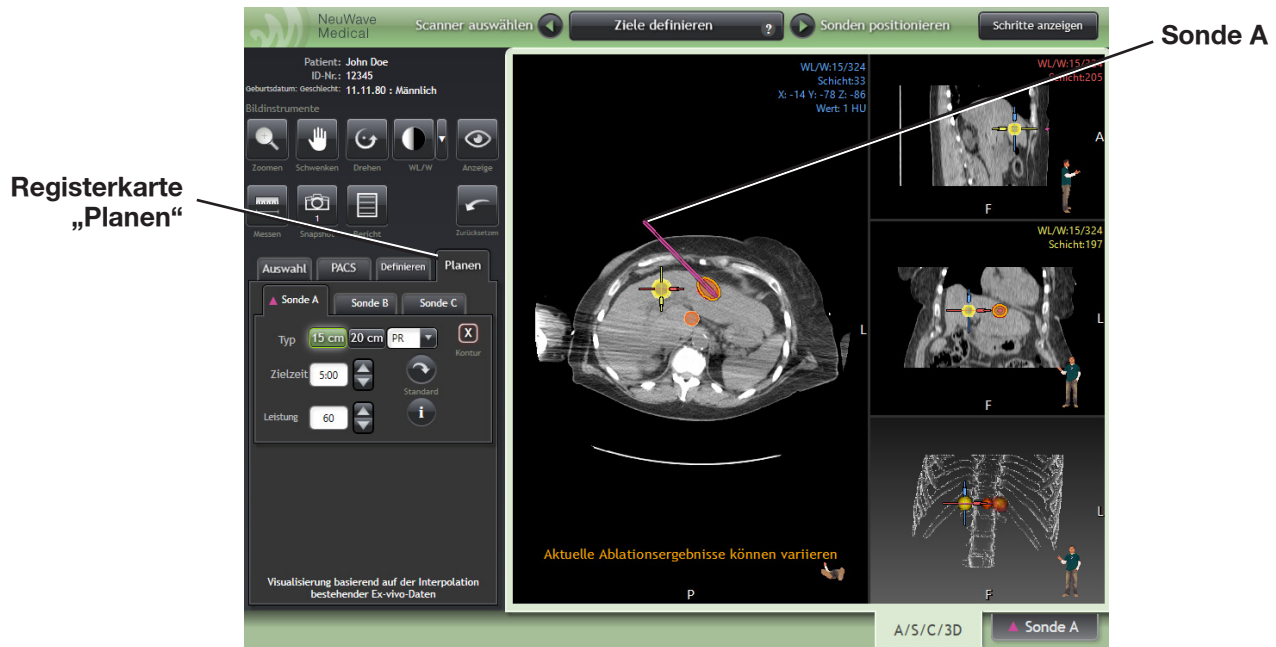
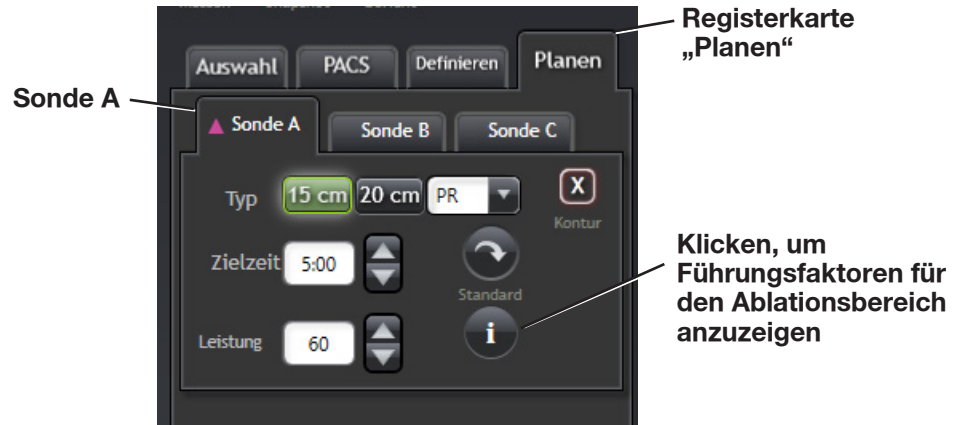

Abbildung 3-23: Erstellen einer Ablationssonde auf der Registerkarte „Planen“.
Abbildung 3-24: Die Einstellungen für Sonde A (Sondentyp, Ablationszeit, Ablationsleistung) werden auf der Registerkarte „Planen“ angezeigt.
6. Nach der Auswahl des geplanten Startpunkts wird neben dem Cursor die Zahl „2“ angezeigt, was bedeutet, dass das System bereit ist, einen weiteren Punkt auszuwählen. Folgen Sie der gewünschten Bahn der Sonde und wählen Sie den Endpunkt der Sonde. In diesem Schritt wird die Position der Sonde in der 2D-Ansicht festgelegt. In diesem Stadium wird die einzelne Linie der Sonde zu einer doppelten violetten Linie, die sich von außerhalb des Körpers des Patienten bis zur Zielläsion erstreckt (Abbildung 3-23).
10. Sondentyp (PR, PRXT, LK, LKXT und LN), Zielzeit und Leistung können für jede geplante Sonde ausgewählt werden (Abbildung 3-24). Änderungen der Ablationsleistung (W) und der Zeit (min) spiegeln sich in der angezeigten Größe der geplanten Ablation (orangefarbene Ellipse) wider (Abbildung 3-23).
11. Unter  unten rechts auf der Registerkarte **Planen** finden Sie die im nächsten Abschnitt beschriebenen Führungsfaktoren für den Ablationsbereich, die sich auf die Größe des Ablationsbereichs auswirken können (Abbildung 3-24).